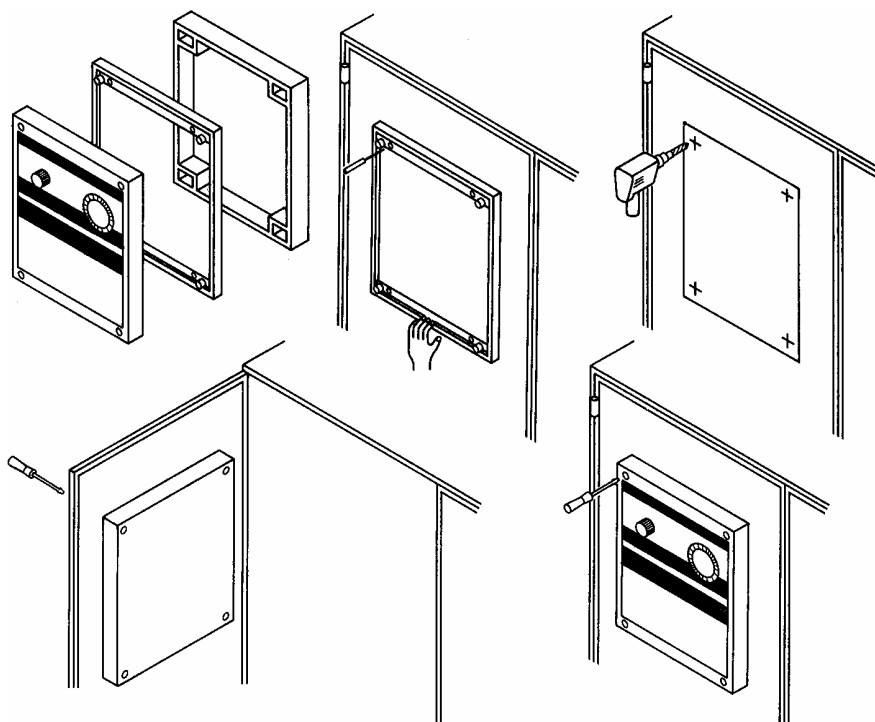

Рис. 3
- **Монтаж в распределительном шкафу** (рис. 3):